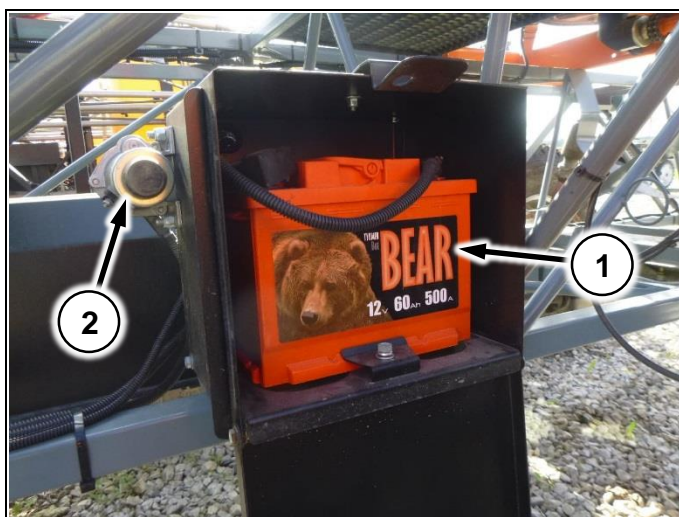

Рис. 17
- Аккумулятор установлен в ящике с правой стороны машины (Рис. 17/1).
- (Рис. 17/2) – выключатель массы